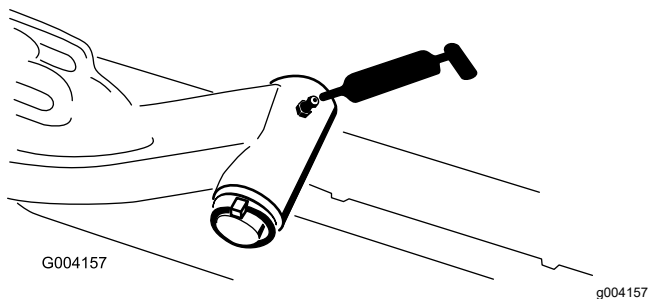

図 67
- 昇降アームのピボットシャフト各アームに1ヶ所 — 図 67